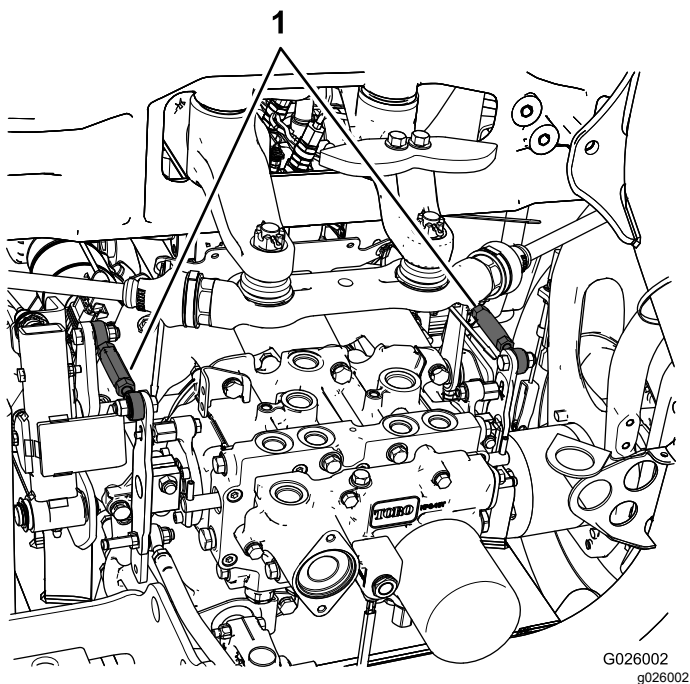

图 49
- 如果左后轮胎正在旋转请松开左侧传动控制杆上的锁紧螺母图 49。